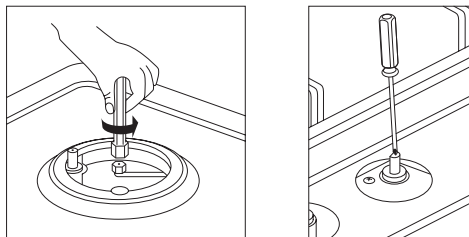

Рис. 9
- снимите ручку управления и вращайте ее регулировочный винт (расположен внутри ручки газового крана). Для уменьшения пламени – закрутите винт, для увеличения – ослабьте. (Рис. 9).
Горелка гаснет при установке рукоятки в положение «Слабое пламя»	<ul style="list-style-type: none"><li>– Отверстия в горелке не забиты.</li><li>– Вокруг нет сильных сквозняков.</li><li>– Минимум подачи газа установлен корректно (см. Рис.9 и раздел «регулировка минимального пламени»).</li></ul>